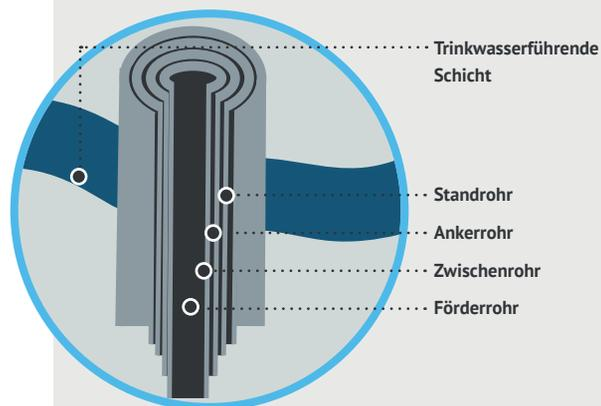

Abb. 4 Mehrfachverrohrung: Undurchlässiges System aus mehreren Stahlrohren
- **Mehrfachverrohrung:** Ein Verbund aus mehreren mit Zement ausgelegten undurchlässigen Stahlrohren schafft ein Barrierensystem, das das geförderte Erdgas oder Erdöl dauerhaft von den Gesteinsschichten oder auch von Grundwasservorkommen trennt (Abb. 4).